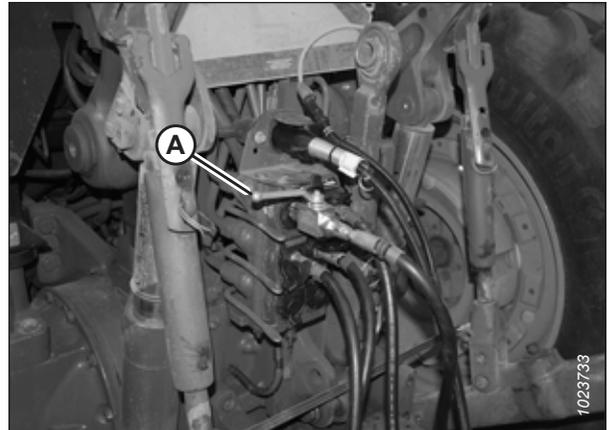
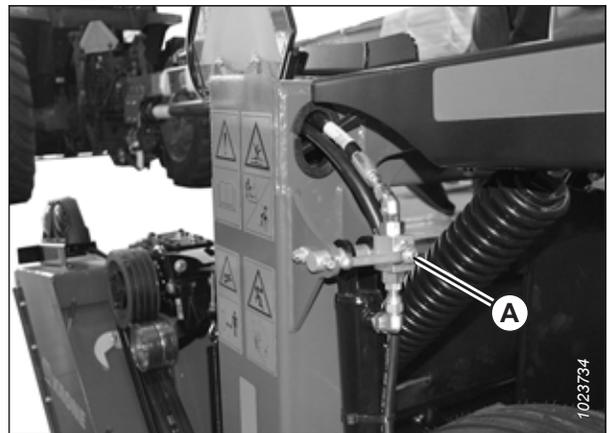

Figure 3.83: Vanne de verrouillage de la direction
Figure 3.84: Clapet de verrouillage du vérin de levage
11. Fermez le clapet de verrouillage de la direction et les deux clapets de verrouillage des vérins de levage en tournant les poignées en position fermée. Pour des instructions, reportez-vous à la figure 3.83, page 87 et à la figure 3.84, page 87.